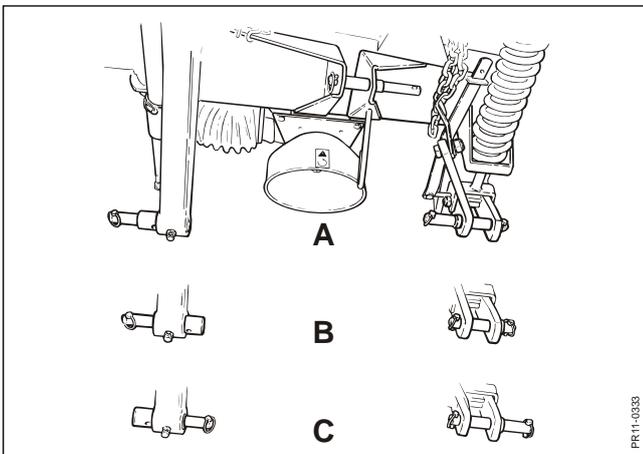

Fig. 2-5
- Fig. 2-5** Sie können zwischen 3 verschiedenen Einstellungen (**A**, **B** und **C**) der Zapfen auf dem Toprahmen wählen, entsprechend den folgenden Spurweiten:
Die Position der Zapfen einstellen, indem der feste Zapfen gelöst und eingestellt wird, der lose Zapfen ist laut fig. 2-5 anzupassen.